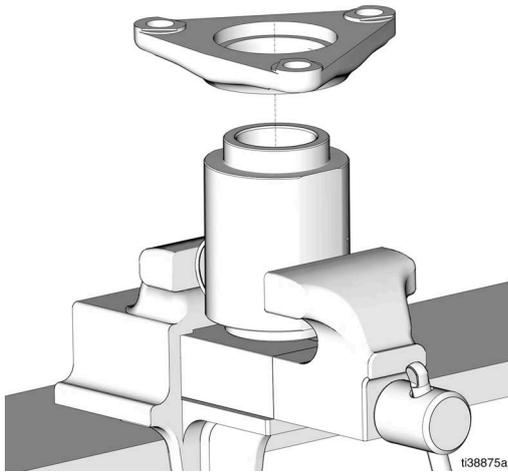

图 20
4. 将适配器上的孔与出口外壳上的销对齐，重新安装出口外壳适配器（图 20）。